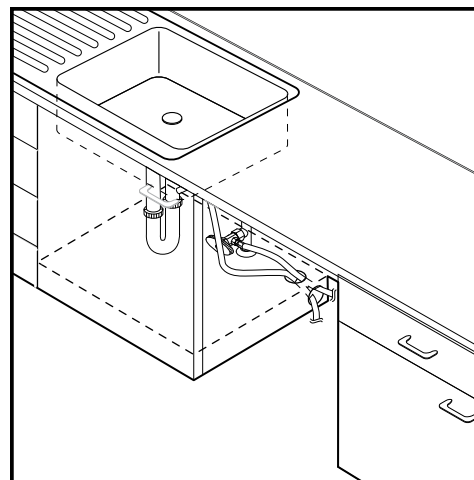

Figure 1-2
2. Si la base à l'intérieur de l'armoire sous l'évier s'élève au-dessus du plancher de cuisine et est plus haute que les raccords sur le lave-vaisselle, faites un trou dans la base, à l'intérieur de l'armoire et dans la paroi latérale de l'armoire, comme illustré à la Figure 1-2.